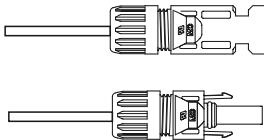

图3.21 拧紧带帽螺母的连接器
- 4. 将金属连接器插入连接器顶部，并以3-4 Nm的扭矩拧紧螺母（见图3.21）。